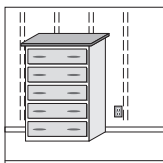

Figura 1
- Ubique los postes del tabique que se encuentra detrás del mueble. Ponga una marca en el muro y sobre la parte de arriba del mueble, en el lugar dónde se encuentran los postes. Ponga también una marca en el tabique para indicar la altura del mueble (Figura 1).